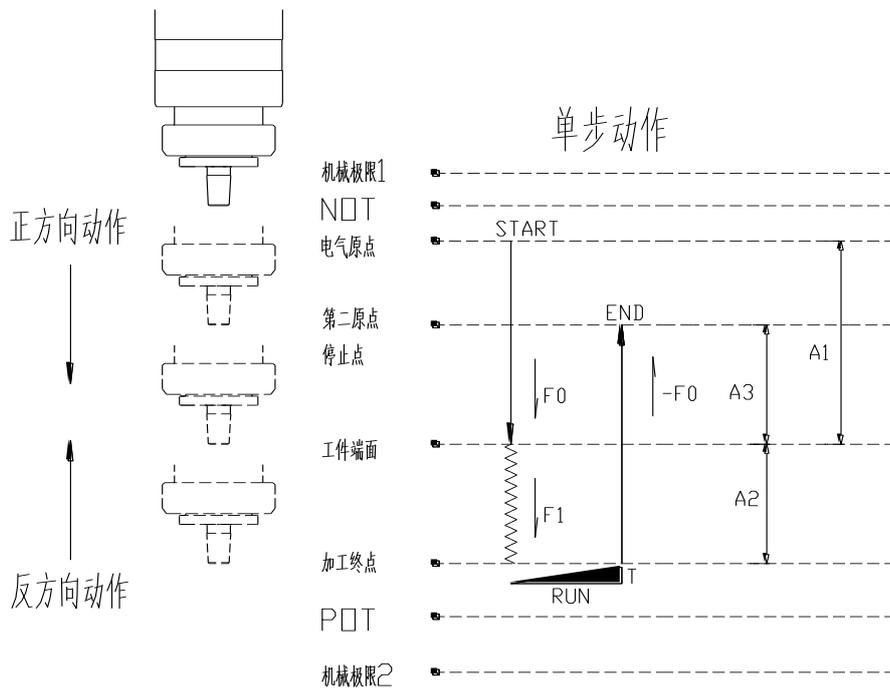

图 10-2 单步模式动作图
(2) 在自动周期中 (RUN) CHOOSE1 和 CHOOSE2 不管如何选择都视为无效，直到周期完成 (END) 后才生效。
(3) 各模式自动周期需在原点复位完成和自动状态下通过 START 信号 (上升沿有效) 来触发。
(4) 周期开始后伺服驱动器输出 RUN 信号 (高电平输出)，单步模式时 (图 10-2)：初期马达以 F_0 (P7.01) 为速度正向前进 A_1 (P7.02) 行程，至工件表面时马达以 F_1 (P7.05) 为切削速度时的转速，切削加工 A_2 (P7.03) 行程后驻停，延时 T_0 (P7.08) 后以 $-F_0$ 为速度反向动作 A_2 (P7.03) + A_3 (P7.04) 距离，回到第二原点，加工周期完成，伺服输出信号周期完成信号 END (高电平输出)，此时 RUN 信号停止输出。当 START 信号再次被触发时，END 信号停止输出，RUN 信号再次输出。第二周期初期马达还是以 F_0 (P7.01) 为速度正向前进，行程从第一周期时的 A_1 (P7.02) 变为 A_3 (P7.04)。
(5) RUN 信号可以带外部继电器来带动接触器从而控制异步马达，从而驱动主轴运转。另外也可以用 RUN 信号来控制 (如变频器等) 调速装置的启停，ORD、GND 输出的模拟信号作为调速装置的给定，控制异步马达来实现主轴的驱动。
(6) ORD、GND 为模拟输出口和模拟地，伺服上电后 ORD 口会在三种钻孔模式下，自动运行时输出一定的电压值 (根据设置的主轴转速 r_0 (P7.09) 和模拟输出增益 P (P7.27) 决定)，攻丝模式时该功能口不会输出任何电压。请在不使用该功能时务必妥善处理两个线头。